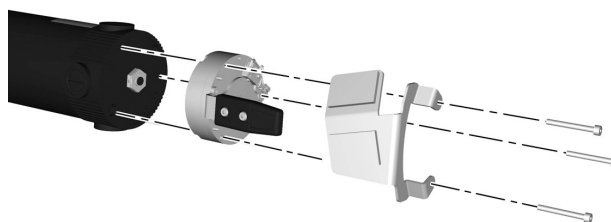

Abbildung 58. Die Magnetbremse ist mit drei Schrauben befestigt.
6. Magnetbremse demontieren. Sie ist mit drei Schrauben befestigt. Siehe Abbildung. 58.